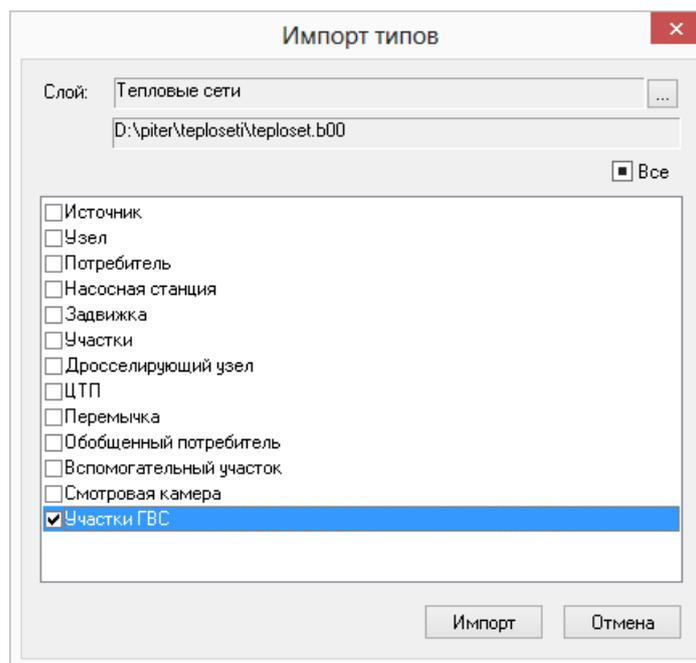

Рисунок 4.24. Выбор типов для импорта
3. В списке типов выбранного слоя отметить типы для импорта, и завершить импорт нажатием кнопки Импорт. (смотрите Рисунок 4.24, «Выбор типов для импорта»).